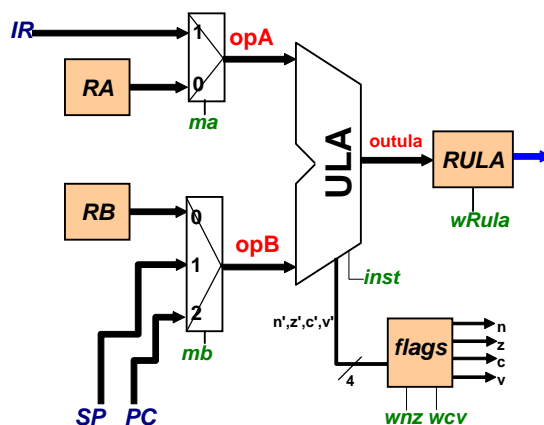

Figura 4 - Hardware para a operação com a ULA.
- A Figura 4 ilustra os componentes de hardware necessários para a operação com a ULA.